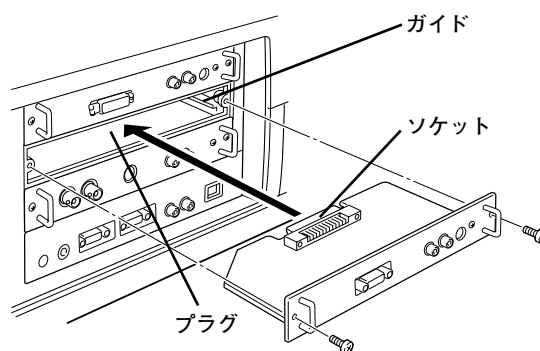

図2. 接続端子の取り付けかた
- 3 接続端子をガイドに沿って差し込みます。接続端子のソケットがプロジェクタ本体奥のプラグに正しく接続されるように、奥までしっかりと差し込んでください。(図2参照)
- 4 ネジ2本で接続端子を固定します。(図2参照)